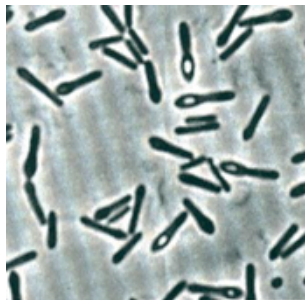

Figura 15. Coloración de esporas con azul de metileno
6. Examine al microscopio: Observara la parte vegetativa de color azul y la espora como cuerpos refráctiles no coloreados. Comparar con la siguiente Figura 15